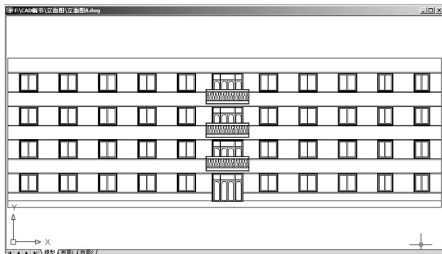

图 4.61 复制生成其他阳台
(3) 用【复制】命令生成其他阳台，并将图形修整至如图 4.61 所示的状态。